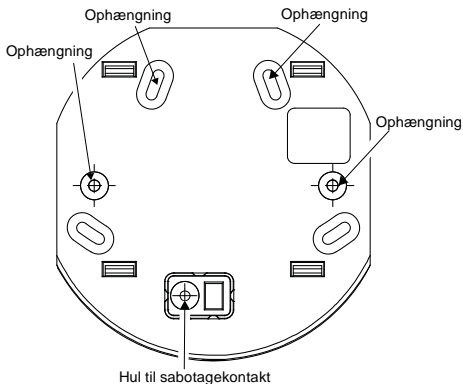

Fig. 1
1. Før opsætning af tastaturet skal du kontrollere, at tastaturet kan kommunikere med systemet. Dette gøres ved at prøve at aktivere systemet ved hjælp af en af aktiveringsknapperne på det trådløse tastatur (se Fig. 1).
2. Fastgør monteringsbeslaget til væggen med de medfølgende skruer (se Fig. 1).